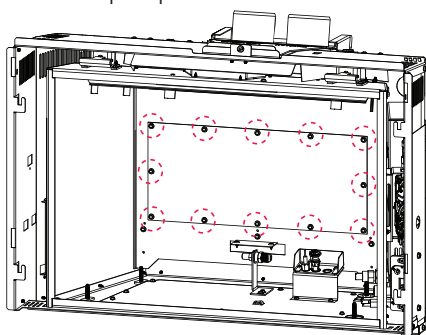

Fig. 8-4
- D. Retirez le premier panneau d'accès de la soufflerie en enlevant les 12 vis (**Fig. 8-4**).